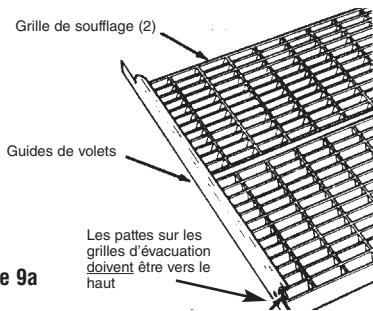

Figure 9a
- Encastrez les deux guides de volets sur les deux grilles de soufflage comme c'est montré en Figure 9a.